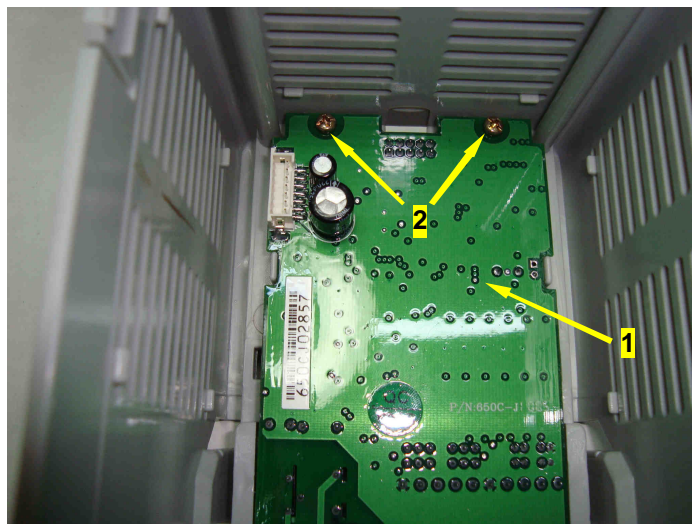

Рис. 7.8
7.5.2. Закрепить плату 1 двумя винтами 2 (рис. 7.8).